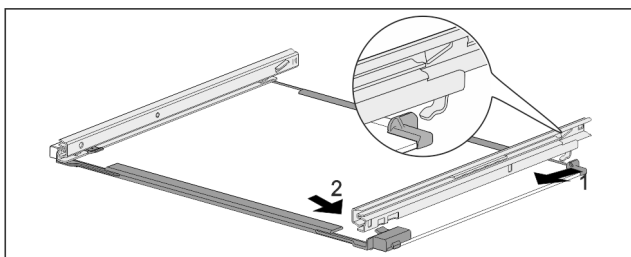

Fig. 134 Skleněná deska s kolejničkami
- ▶ Zahákněte kolejničku vzadu. Fig. 134 (1)
- ▶ Zaklapněte kolejničku vpředu. Fig. 134 (2)